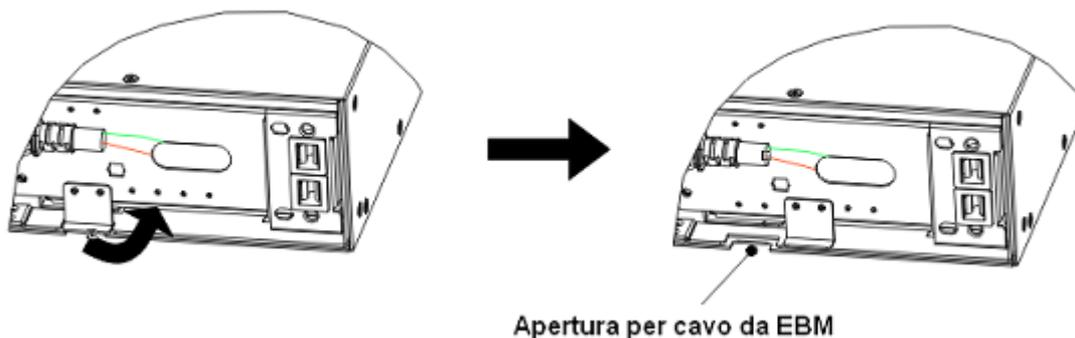

Figura 7 Rimozione blocco passaggio cavi batterie
- Rimuovere il blocco relativo al passaggio dei cavi batterie dell'UPS (Figura 7)